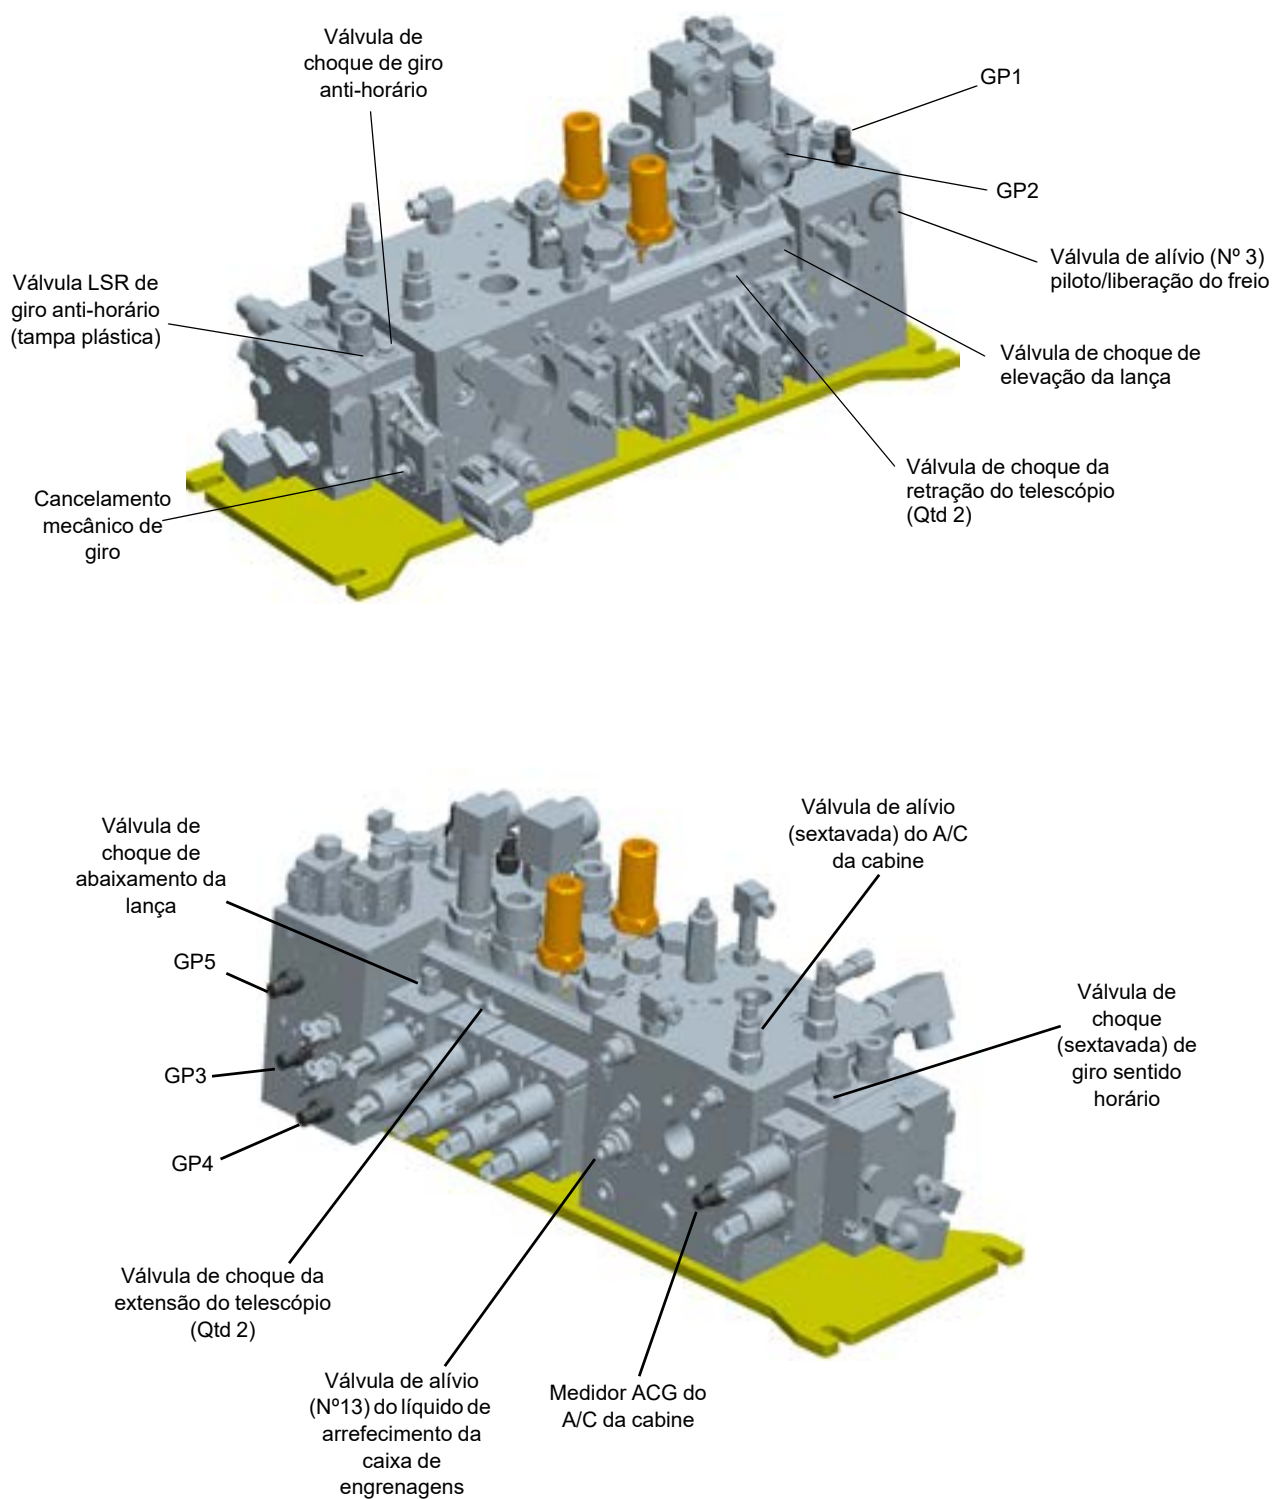

FIGURA 2-12
- A elevação da lança tem uma única válvula de choque na seção de válvula que tem um ajuste fixo de 280 bar (4061 psi) conforme mostrado na Figura 2-12.
- O abaixamento da lança tem uma única válvula de choque na seção de válvula que tem um ajuste fixo de 140 bar (2031 psi) conforme mostrado na Figura 2-12.
- A função de extensão do telescópio tem válvulas de choque duplas na seção de válvula sendo que cada uma tem um ajuste fixo de 175 bar (2538 psi) conforme mostrado na Figura 2-12.
- A função de retração do telescópio tem válvulas de choque duplas na seção de válvula sendo que cada uma tem um ajuste fixo de 140 bar (2031 psi) conforme mostrado na Figura 2-12.
- O giro no sentido horário/anti-horário tem uma única válvula de choque na seção de válvula que tem um ajuste fixo de 210 bar (3045 psi) conforme mostrado na Figura 2-12. Ela não pode ser alterada, calçada etc. Consulte os comentários na Seção A sobre a verificação destes ajustes no conjunto físico da válvula de choque em caso de dúvida.
- O ajuste de giro deve ser ajustado pela LSRV (válvula de alívio do sensor de carga) para cada direção, já que ele é ajustável por meio do ajuste da válvula de choque mencionado acima. Essas LSRVs estão localizadas sob tampas plásticas redondas pretas localizadas em cada lado da seção adjacente às válvulas de choque, como mostrado na Figura 2-11 e na Figura 2-12.
Com o freio de giro bloqueado, ative a válvula usando uma chave estrela de 9 mm no came do carretel (Figura 2-12). Puxar a chave para cima gira no sentido anti-horário, empurrar para baixo gira no sentido horário.
- O circuito do A/C da cabine tem uma válvula de alívio única no coletor de entrada direcional da válvula de controle principal com um ajuste de 100 bar (1450 psi) conforme mostrado na Figura 2-12.
- Instale um manômetro de mínimo de 345 bar (5000 psi) na entrada do medidor ACG no coletor de entrada central da válvula de controle (Figura 2-12).
- O circuito do suprimento piloto da cabine tem uma válvula de alívio única no coletor de entrada direcional da válvula de controle principal com um ajuste de 21 bar (300 psi) conforme mostrado na Figura 2-12.
- a. Instale um manômetro de mínimo de 69 bar (1000 psi) na entrada do medidor GP5 no coletor de entrada da válvula de controle (Figura 2-12).
1. O circuito de liberação do freio de giro tem uma válvula de alívio única no coletor de entrada direcional da válvula de controle principal com um ajuste de 21 bar (300 psi) conforme mostrado na Figura 2-12.
- a. Instale um manômetro de mínimo de 69 bar (1000 psi) na entrada do medidor GP4 no coletor de entrada da válvula de controle (Figura 2-12).
1. O circuito de aplicação do freio de giro é controlado por meio de uma válvula solenoide proporcional mostrada na Figura 2-12 e não pode ser ajustado.
- a. Instale um manômetro de mínimo de 69 bar (1000 psi) na entrada do medidor GP3 no coletor de entrada da válvula de controle. Consulte a Figura 2-12.
1. O circuito do líquido de arrefecimento da caixa de engrenagens tem uma válvula de redução única no coletor de entrada central da válvula de controle direcional com um ajuste de 60 psi (4 bar) conforme mostrado na Figura 2-12 (válvula de alívio do líquido de arrefecimento N° 13 da caixa de engrenagens).
- a. Instale um manômetro de mínimo de 345 bar (5000 psi) na válvula de controle direcional do medidor GP2 (Figura 2-12).